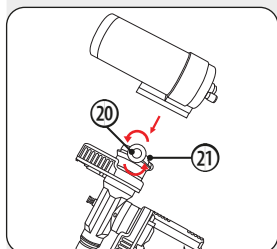

Fig. 14: Montaggio del tubo ottico
7.4. MONTAGGIO DEL TUBO OTTICO (FIG. 14)
1. Allentare la vite di bloccaggio (20) sulla guida a coda di rondine (21) della montatura e svitarla finché non blocca più la guida a coda di rondine. (Fig. 14, I)
3. Serrare la vite di bloccaggio (20) in modo che il tubo ottico sia fissato saldamente nella guida del tubo e non possa scivolare fuori.